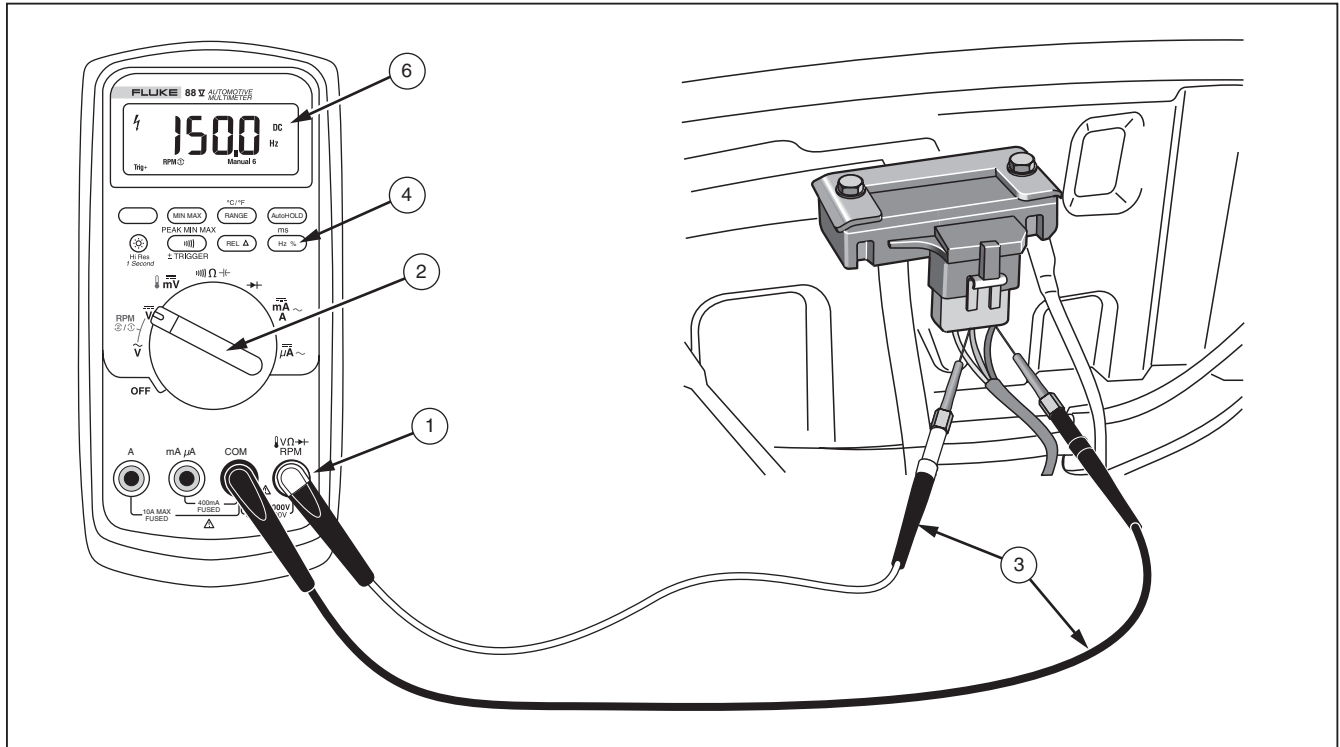

Figura 10. Comprobación de sensores MAP o BP/MAP con salida de frecuencia
1. Inserte los conductores de prueba en los terminales de entrada tal como se ilustra en la figura 10.